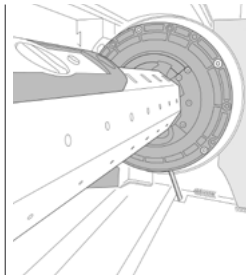

Bild 2
- 3) Antriebskopf in den MAN Rescue lagerichtig einführen. Die Leitung im Halbkreis in die vorgesehene Nut eindrücken (Bild 2).